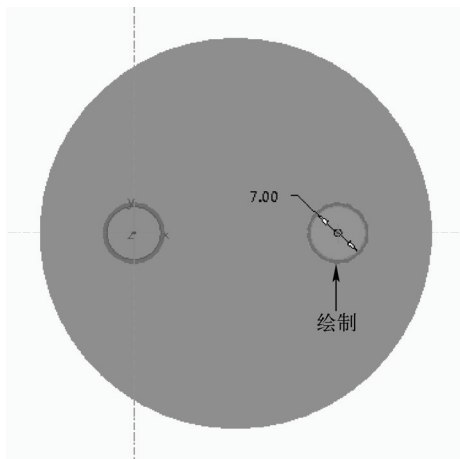

图 6-79 绘制草绘截面二
STEP 07 进入草绘环境，单击“草绘”选项卡中的相应按钮，绘制草绘截面，如图 6-79 所示。